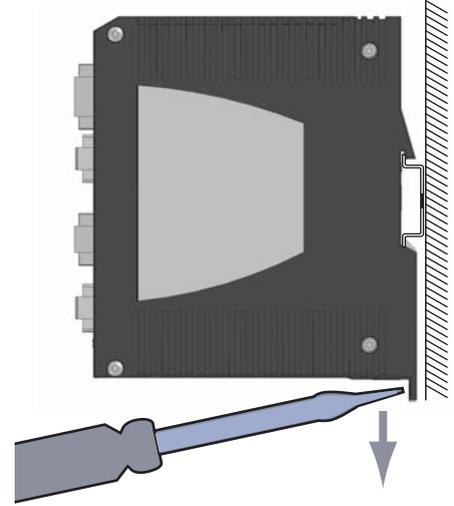

Abb. 3: Demontage des RSR20/RSR30-Gerätes von der Schiene (Wandmontageplatte)
- fahren Sie mit einem Schraubendreher waagrecht unterhalb des Gehäuses in den Verriegelungsschieber, ziehen diesen - ohne den Schraubendreher zu kippen - nach unten und klappen das Gerät nach oben (siehe Abb.3).